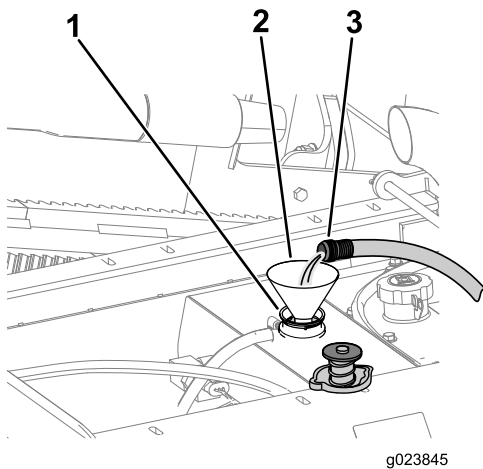

Figure 110
- B. Remplissez le radiateur d'eau propre (Figure 110).